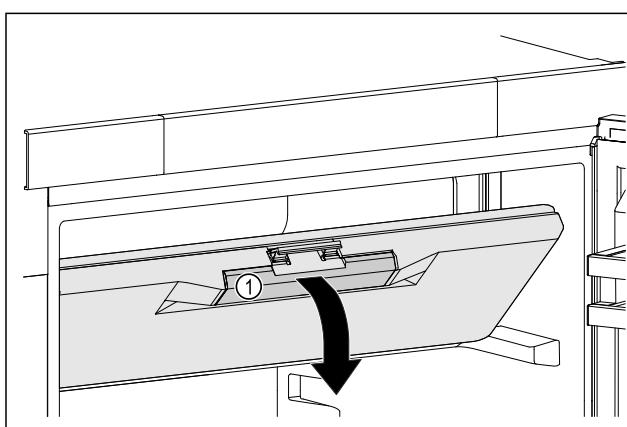

Fig. 43
- Kapni derën e ndarjes së ngrirjes te doreza e futur Fig. 43 (1).